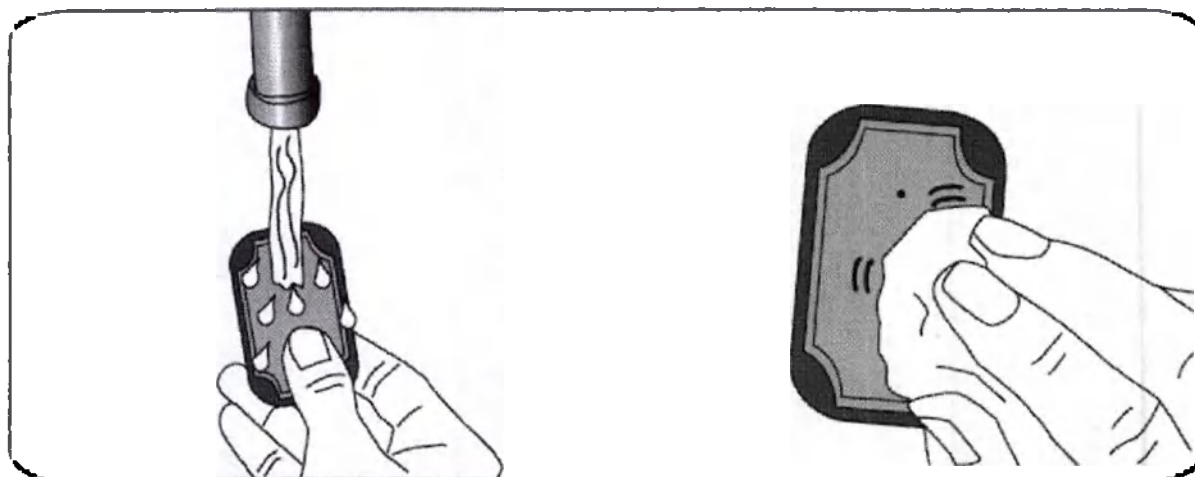

Рис. 6-18 (слева) смачивание тканевых электродов, (справа) удаления избытка влаги с тканевых электродов
2. Смочите тканевые электроды, до насыщения. См. рисунок 6-18.
3. Промокните лишнюю воду с тканевых электродов. См. рисунок 6-18.